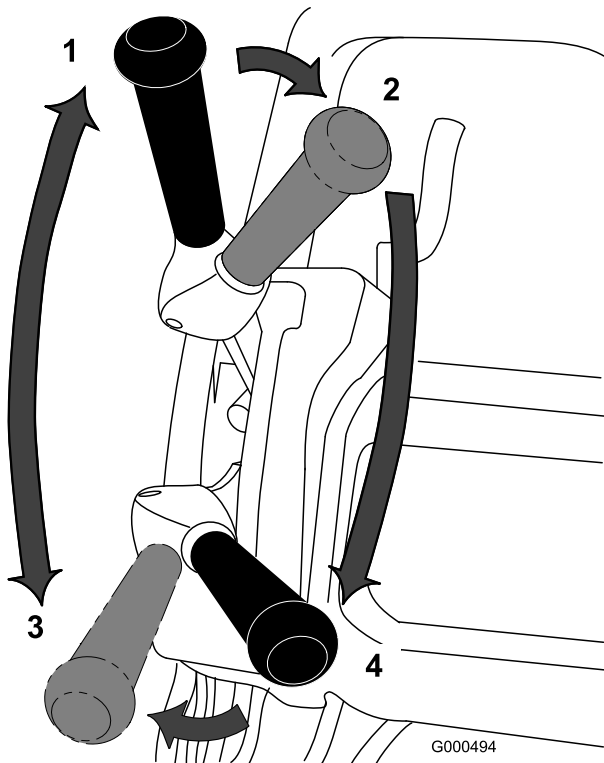

Figura 24
1. Arranque el motor, ponga el acelerador en Lento, empuje el manillar hacia abajo para elevar la unidad de corte, ponga la palanca de tracción en Engranada y lleve el cortacésped al borde del green (Figura 24).
2. Ponga la palanca de tracción en Desengranada y engrane la palanca de transmisión al molinete (Figura 24).
3. Ponga la palanca de tracción en la posición Engranada, aumente la velocidad con el acelerador hasta que el cortacésped se desplace a la velocidad deseada, lleve el cortacésped al green, baje la parte delantera del cortacésped y empiece a segar (Figura 24).